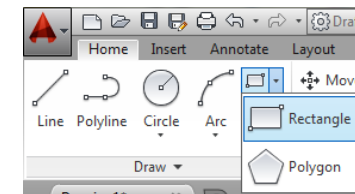

Рис. 20 Функция Rectangle (Прямоугольник)
- Функция **Rectangle (Прямоугольник)** позволяет создать прямоугольник по двум точкам или равностороннюю замкнутую полилинию (многоугольник) (Рис.20).